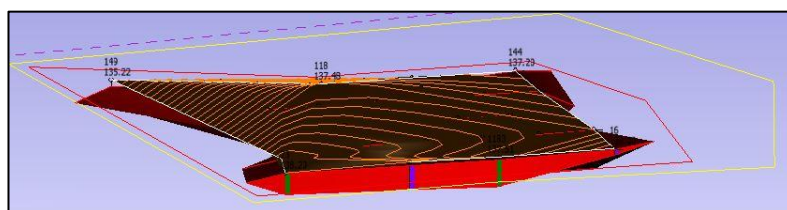

Рис. 11.7
15. С помощью команды **Повернуть**  выполните вращение объектов согласно рис. 11.7.